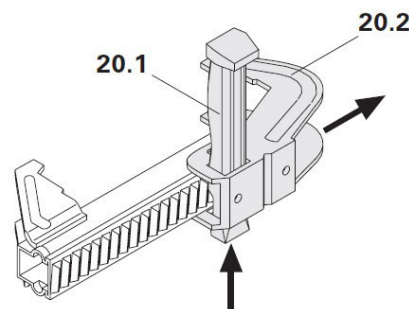

Рис. 8
1. Поднять клин (20.1) в верхнее положение (Рис. 8)
5. Вбить клин молотком. Замок BFD установлен. (Рис. 8, 9)